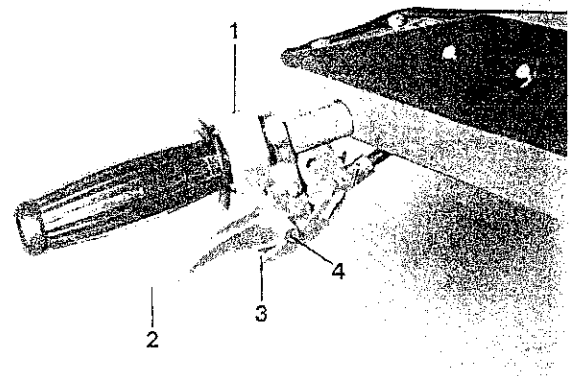

Abb. 5
- Stoppstellung** = Hebel (2 Abb. 5) in Mittelstellung bringen bis Feststellhebel (3 Abb. 5) einrastet.
- Vorwärtsfahrt** = Hebel (2 Abb. 5) ist nach unten ausgeschwenkt.
- Rückwärtsfahrt** = Hebel (2 Abb. 5) zum Lenkholm ziehen.
Fahrgeschwindigkeitsregulierung (1 Abb. 5)
Die Fahrgeschwindigkeit wird über die Ausschwenkung des Hebels (3 Abb. 5) für Vorwärtsfahrt durch Verdrehen des Drehgriff (1 Abb. 5) reguliert.
- langsamer** = Drehgriff (1 Abb. 5) nach links drehen
schneller = Drehgriff (1 Abb. 5) nach rechts drehen;